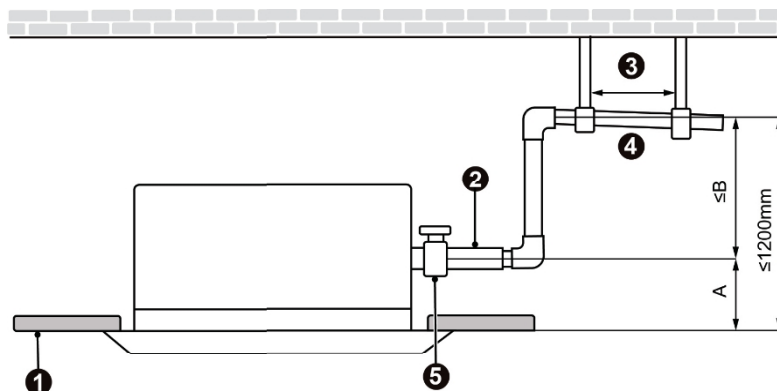

Fig. 4.3.3
① - tuberías de desagüe unidas por juntas en T.
- (8) La altura de instalación de las tuberías elevadas para drenaje debe ser inferior a B. La pendiente de la tubería elevada en la dirección del drenaje debe ser como mínimo del 1%~2%. Si el tubo ascendente está vertical con el equipo, la altura de elevación debe ser inferior a C, como se muestra en la Fig. 4.3.3.